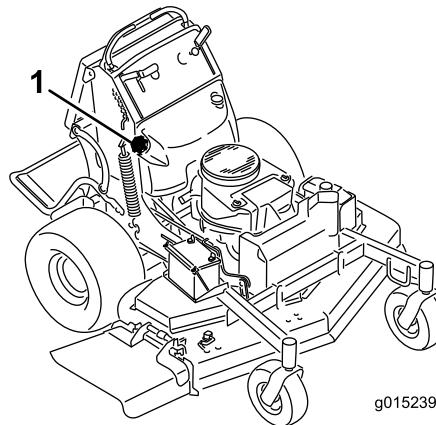

図 49
- サイホンポンプを使って燃料タンクからガソリンを抜き出す（図 49）。